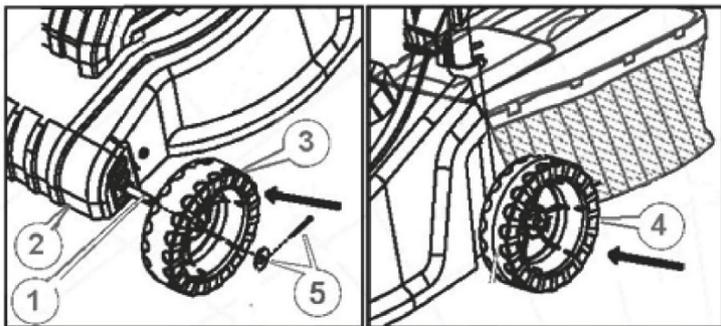

Рисунок 3. Схема встановлення коліс.
5. Встановити на передню (1, рис. 3) і задню осі газонокосарки передні (3, рис. 3) і задні (4, рис. 3) колеса. Зафіксувати колеса на осях за допомогою шплінтів та шайб із комплекту виробу. Переконайтеся в надійності фіксації коліс. Встановити декоративні ковпаки.